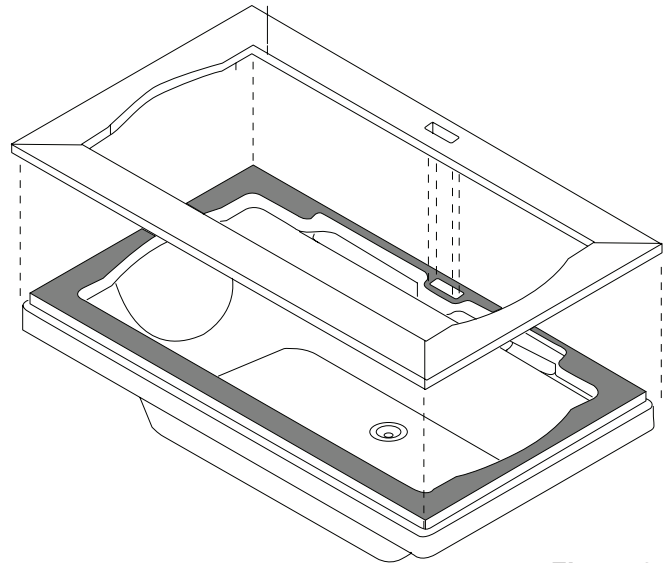

Figura 3
- ④ Verifique la medida y la alineación del orificio del recorte del marco con la bañera (Figura 3). Puede ser necesario realizar algún ajuste para lograr una alineación adecuada de la bañera con el marco.